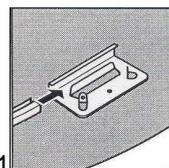
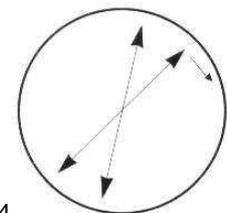

fig. 11
fig. 14
f) Collocare le guide inferiori curvate azzurre (PCA) sulle placche base (T1). Lasciare uno spazio +/- 9 mm. (fig. 11, 12, 13) tra gli estremi delle guide. Comprovare la misura della piscina con un nastro metrico (fig. 14).